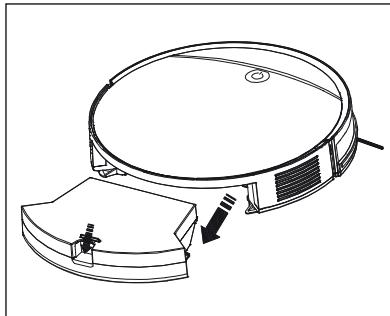

Fig. 7
- No enjuague el filtro EPA **⑦** con agua. De lo contrario, el filtro EPA **⑦** podría dañarse.
- 1) Pulse el botón de desencastre **⑬** del depósito de polvo **⑯** y retírelo del aparato (consulte la fig. 7).